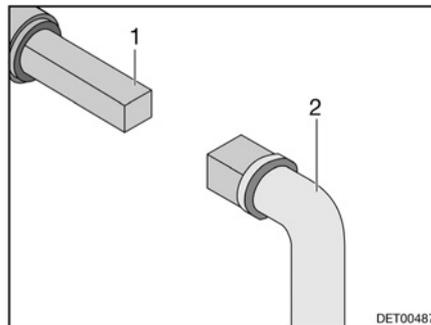

Fig. 107 Manejo del grifo para la eliminación de aguas residuales
- Insertar la llave (Fig. 107,2) en el cuadrado (Fig. 107,1).